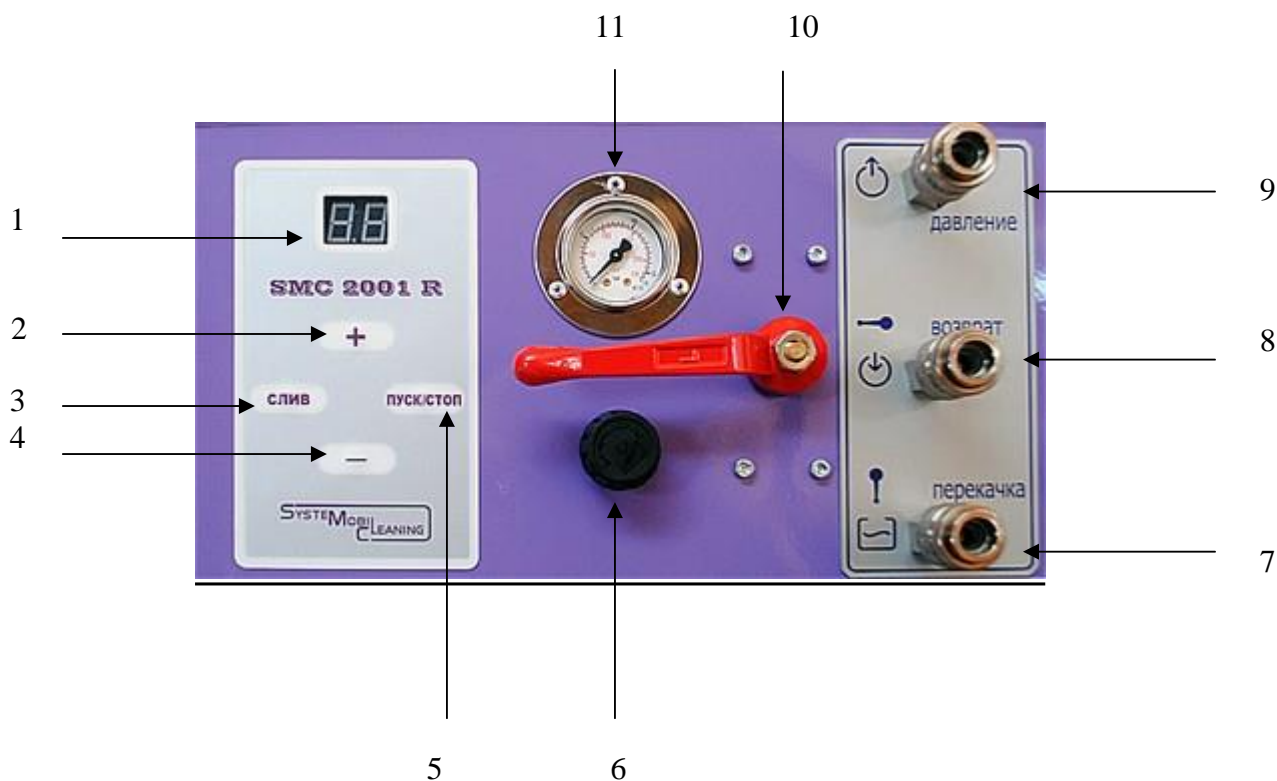

Рис.1 (вид спереди)
15. В случае воспламенения очищающей жидкости, выключить стенд SMC-2001R кнопкой «Пуск/Стоп» (рис.1, поз.5) и заглушить двигатель автомобиля. Отсоединить провод питания от АКБ автомобиля
2. Отрегулируйте давление подачи при отсоединённых от цанг БРС «Возврат» и «Подача» (рис.1, поз.8-9) подающем и обратном шлангах, включив насос стенда SMC-2001R нажатием кнопки «Слив» (рис.1, поз.3). В зависимости от вида топливной системы автомобиля установите такое значение давления подачи, которое будет соответствовать рабочему для системы впрыска автомобиля, используя ручку регулятора (рис.1, поз.6) и манометр (рис.1, поз.11). Справочные значения рабочего давления для топливных систем различных автомобилей указано в табл.2 (\*\*). Затем отключите насос стенда SMC-2001R, отпустив кнопку «Слив».
3. К подключённым ранее на обслуживаемом автомобиле переходникам и наконечникам присоедините подающий и обратный шланги стенда SMC-2001R в следующем порядке: подающий шланг 10067-4 (табл.3) к БРС «Давление» (рис.1, поз.9), обратный шланг 10067-3 (табл.3) к БРС «Возврат» (рис.1, поз.8)
4. С помощью кнопок «+» и «-» (рис.1, поз.2 и 4) установите на дисплее таймера (рис.1, поз.1) время очистки топливной системы исходя из рекомендованных производителем стенда SMC-2001R трёх циклов длительностью по 15 минут:
5. Нажмите кнопку «Пуск/Стоп» (рис.1, поз.5)